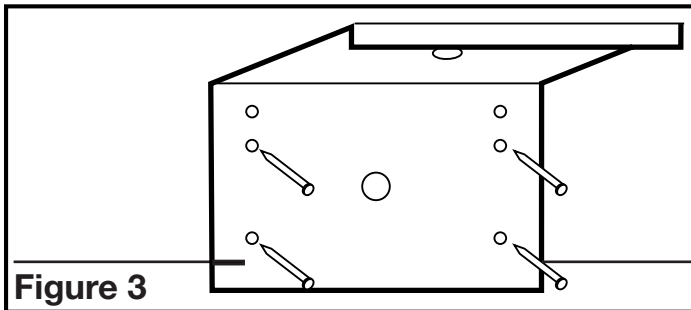

Figure 3
- En utilisant le guide sur le support de montage, aligner le support sur la solive pour que le dessous du ventilateur soit à effleurement avec le plafond fini. Clouer ou visser solidement le support en place (Figure 3).
- Aligner le support sur la solive de manière que le bas du ventilateur soit à effleurement avec le plafond fini. Clouer ou visser solidement le support à fixer par pression en place (Figure 3).